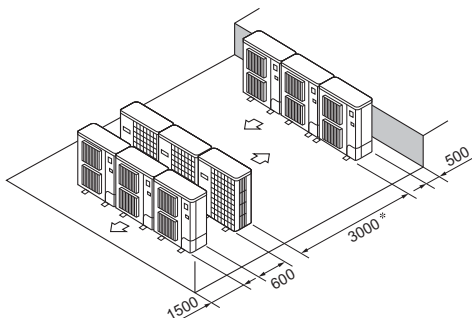

Fig. 3-16
- ⑥ Disposición en paralelo de varias unidades (Fig. 3-16)